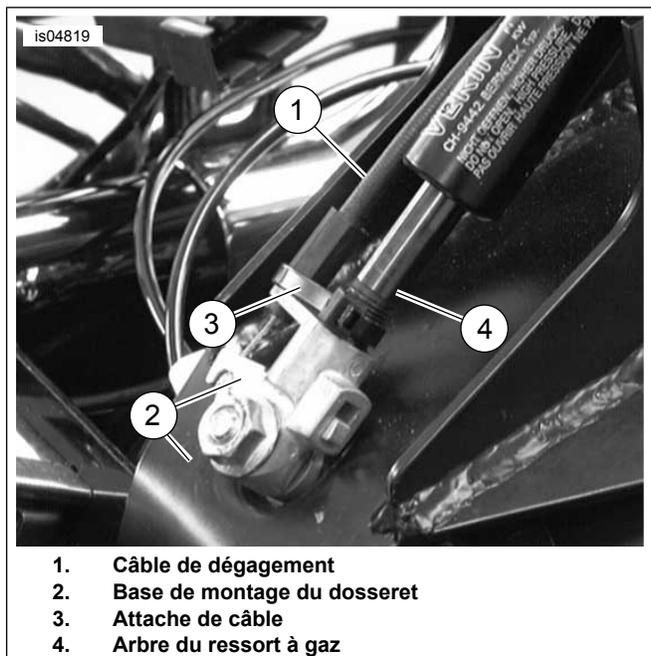

Figure 6. Attacher le câble à la base de montage du dossier
12. Voir la Figure 6. Fixez le câble de dégagement (1) à la base (2) de montage du dossier comme indiqué. Fixer fermement le câble à l'arbre du ressort à gaz (4) avec la sangle de câble (3) fournie. Ne pas trop serrer l'attache de câble.